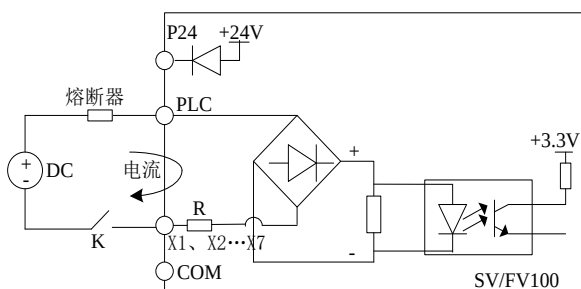

图 4-8 使用外部电源的连线方式
2) 使用外部电源(要求电源必须满足 UL CLASS 2 标准,并需要在电源与接口加 4A 的熔断器),接线方式如图 4-8 (注意去除 PLC 与 24V 端子间的连接线)。